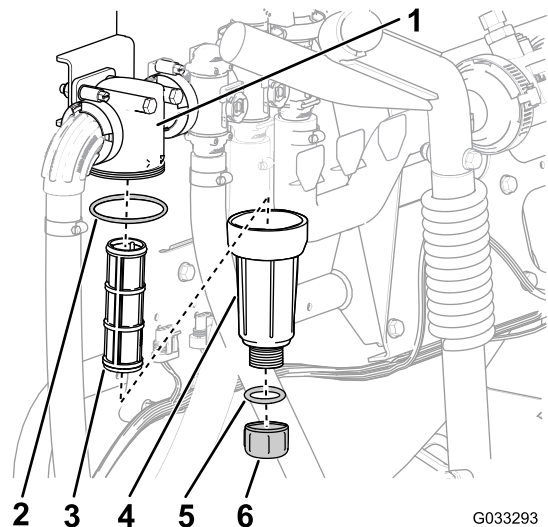

Figura 55
2. Allineate una bacinella di spurgo sotto il filtro della pressione (Figura 55).
3. Ruotate il tappo di spurgo in senso antiorario e rimuovetelo dal pozzetto del filtro della pressione (Figura 55).
4. Ruotate il pozzetto in senso antiorario e rimuovetelo dalla testa del filtro (Figura 55).
5. Togliete il vecchio elemento del filtro della pressione (Figura 55).
(situato all'interno della testa del filtro) per escludere danni e usura (Figura 55).
7. Montate il nuovo elemento del filtro della pressione sulla testa del filtro (Figura 55).
8. Montate il pozzetto sulla testa del filtro e serrate manualmente (Figura 55).
9. Montate il tappo sul pozzetto e serrate manualmente (Figura 55).